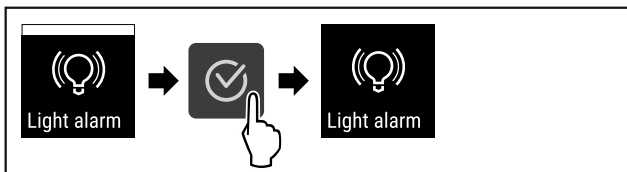

Fig. 98
- ▶ Провести етапи операцій (див. Fig. 98) .